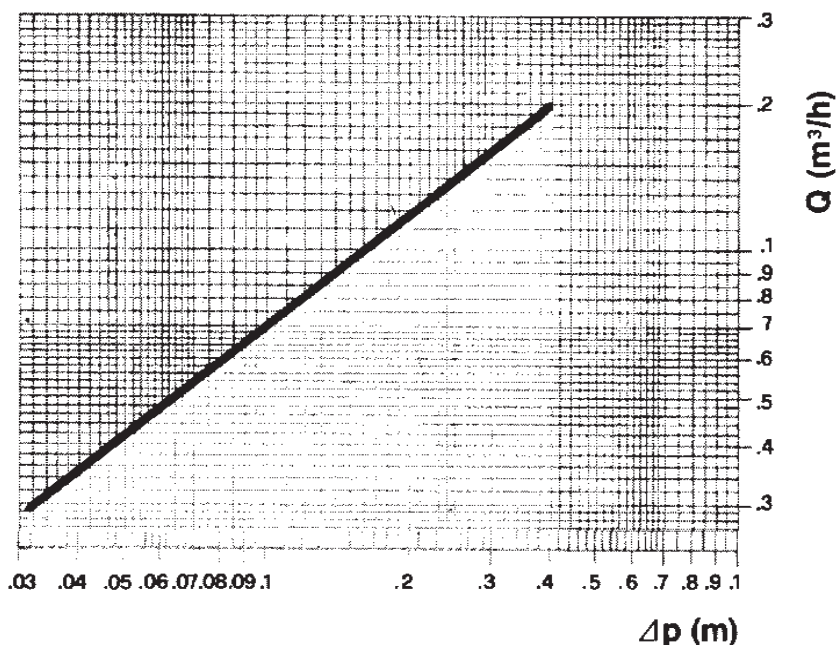

Рис. 4
3.03 Потери давления в зависимости от подачи воды (рис. 4)